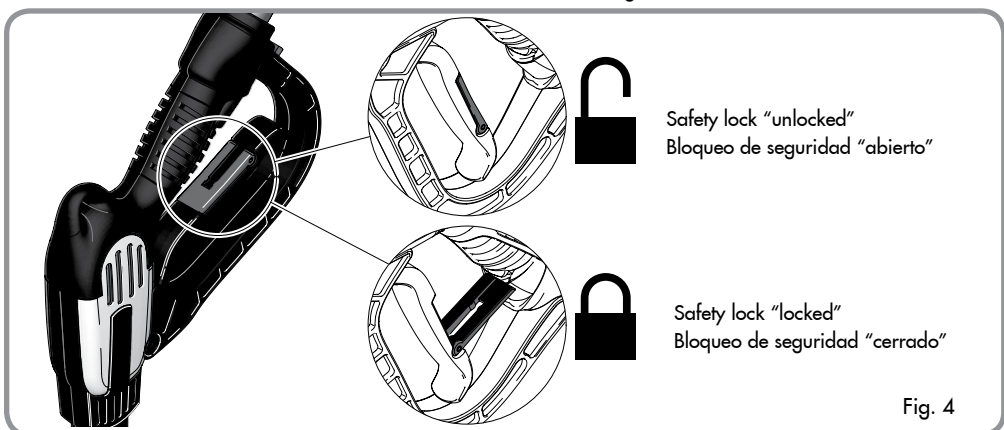

Fig. 4
5. Ensure that the gun safety is unlocked (Fig. 4) and squeeze the trigger until the air has escaped and a steady flow of water is coming from the nozzle.
NOTE: Make sure wand is locked (Fig. 4).
5. Asegúrese de que el dispositivo de seguridad de la pistola está desbloqueado (Fig. 4) y apriete el accionador hasta que salga aire y se genere un caudal de agua constante desde la boquilla.
NOTA: Asegúrese de que la varilla está bloqueada (Fig. 4).